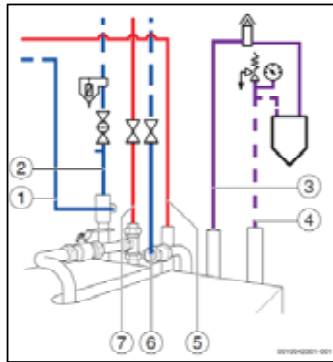

Bild 1
- Der Rücklauf aus dem Heizkreis muss über ein T-Stück an 2 unterschiedlichen Stellen an der Wärmepumpe angeschlossen werden (→ Bild 1).